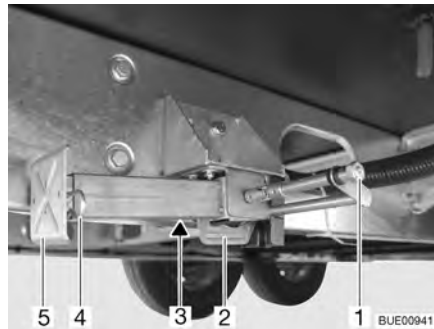

Fig. 31 Vérin stabilisateur
- Placer la clé à pipe sur l'écrou à six pans (Fig. 31,1) et tourner jusqu'à ce que le vérin stabilisateur soit en position verticale vers le bas.
- Lorsque la longueur des vérins stabilisateurs est réglable, faire sortir la goupille (Fig. 31,4) de la rallonge du pied d'appui (Fig. 31,5).
- Placer la clé à pipe sur l'écrou à six pans (Fig. 31,1) et tourner jusqu'à ce que le vérin stabilisateur se dégage du sol.
- Rentrer complètement la rallonge du pied d'appui (Fig. 31,5) et insérer la goupille (Fig. 31,4) dans le trou prévu à cet effet.
- Tourner l'écrou à six pans (Fig. 31,1) jusqu'à ce que les vérins stabilisateurs soient pivotés vers le haut et que la glissière (Fig. 31,2) soit arrivée complètement à l'extrémité de la fente (Fig. 31,3).